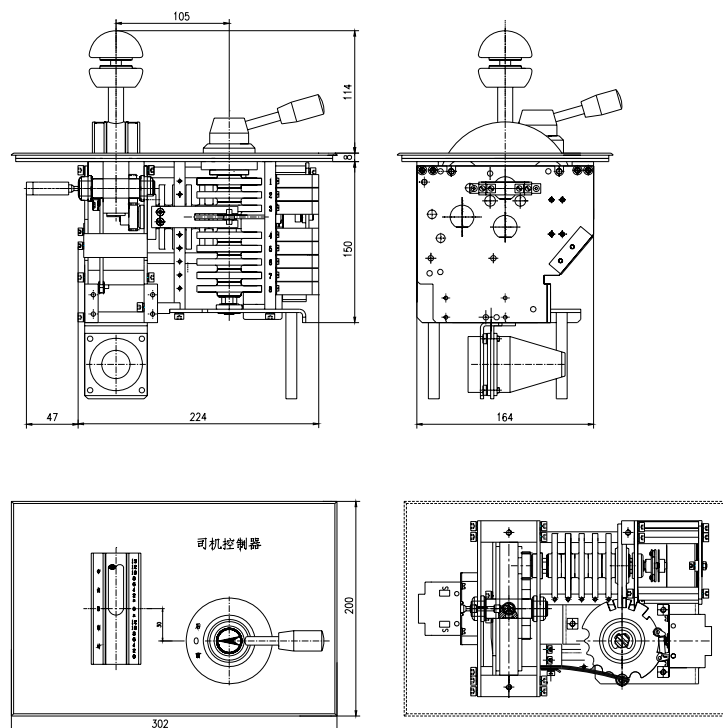

图14-2 S640U-B司机控制器外形示意图
1) S640U-B 司机控制器外形结构示意图(302mm×200mm×343mm)见图 14-2。
d、拆下发光装置组件。对档位支座组件(控制侧)使用十字螺丝刀松开 2—M4 螺钉(其中一个螺钉需使用长螺丝刀),见图 14-2。发光片组件(换向侧)用螺丝刀从安装板背后顶起。
c、控制侧和换向侧的弹片组件安装的前后位置，可调整控制连锁板和换向连锁板之间的间隙。调整司机控制器换向侧弹片组件（见图 14-2）前后位置，可调整连锁处间隙。如换向手柄已扳到位（如“前”位），控制手柄被锁住时，可通过此方法解决。调整司机控制器控制侧弹片组件（见图 14-2）前后位置，可调整连锁处间隙。如控制手柄在“0”位，换向手柄被锁住时，可通过此方法解决。控制侧弹片位置调整完成后，需重新整定电位器输出值。